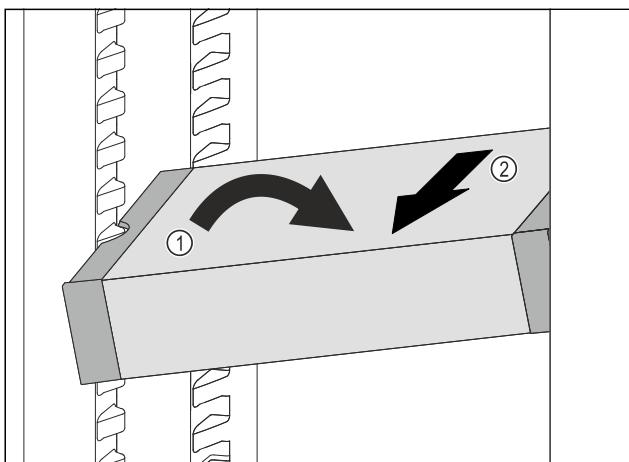

Fig. 147
- VarioSafe im Kühlteil schräg stellen. Fig. 147 (1)
- VarioSafe nach vorne entnehmen. Fig. 147 (2)